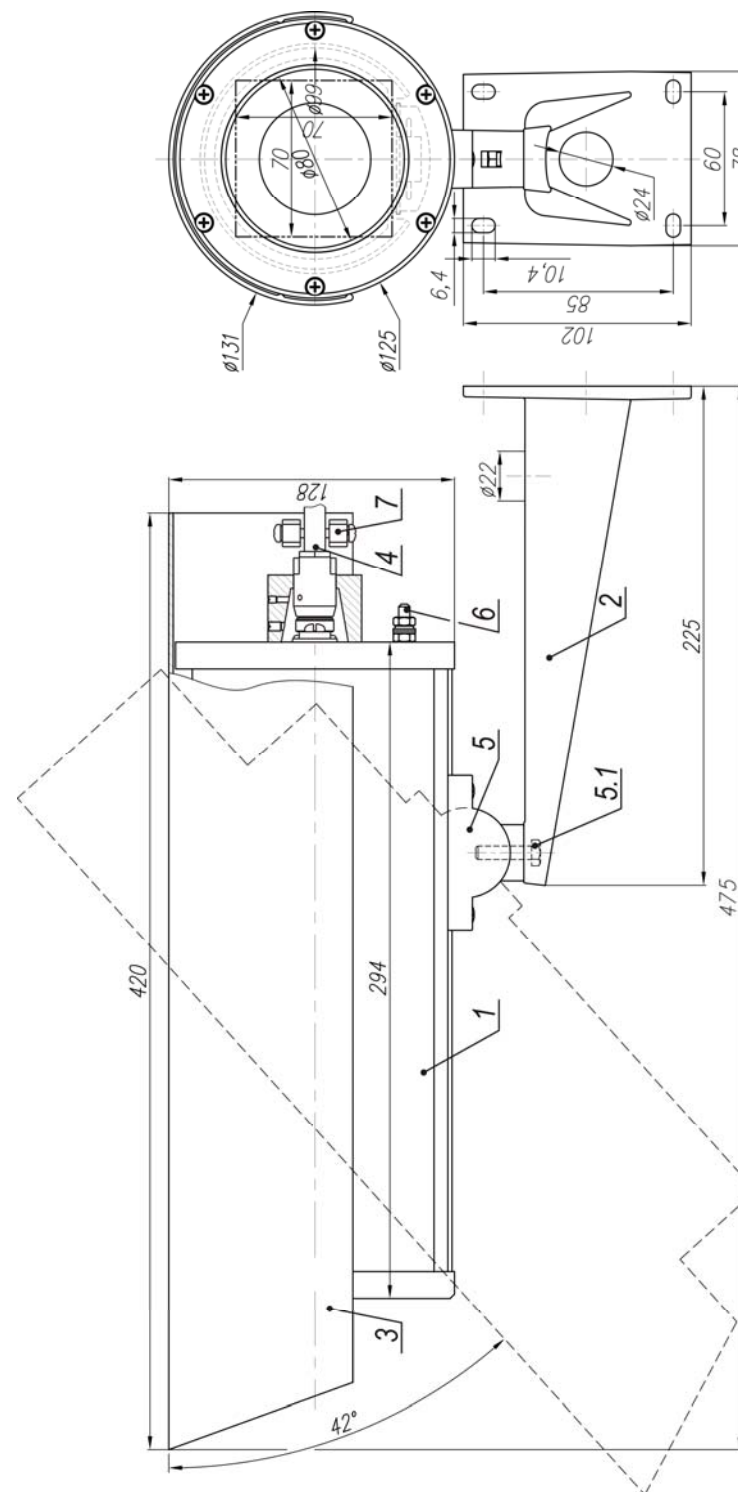

Рис.1 Габаритные и установочные размеры ТВК-80 IP Ex
2. Ослабив болт фиксации шарнира (поз.5.1 рис.1), установить гермобокс на нужное направление обзора, после чего надежно зафиксировать шарнир затянув болт.
3. Заземлить гермобокс с помощью болта заземления (поз.6 рис.1).
Состав изделия: (см. рис.1)